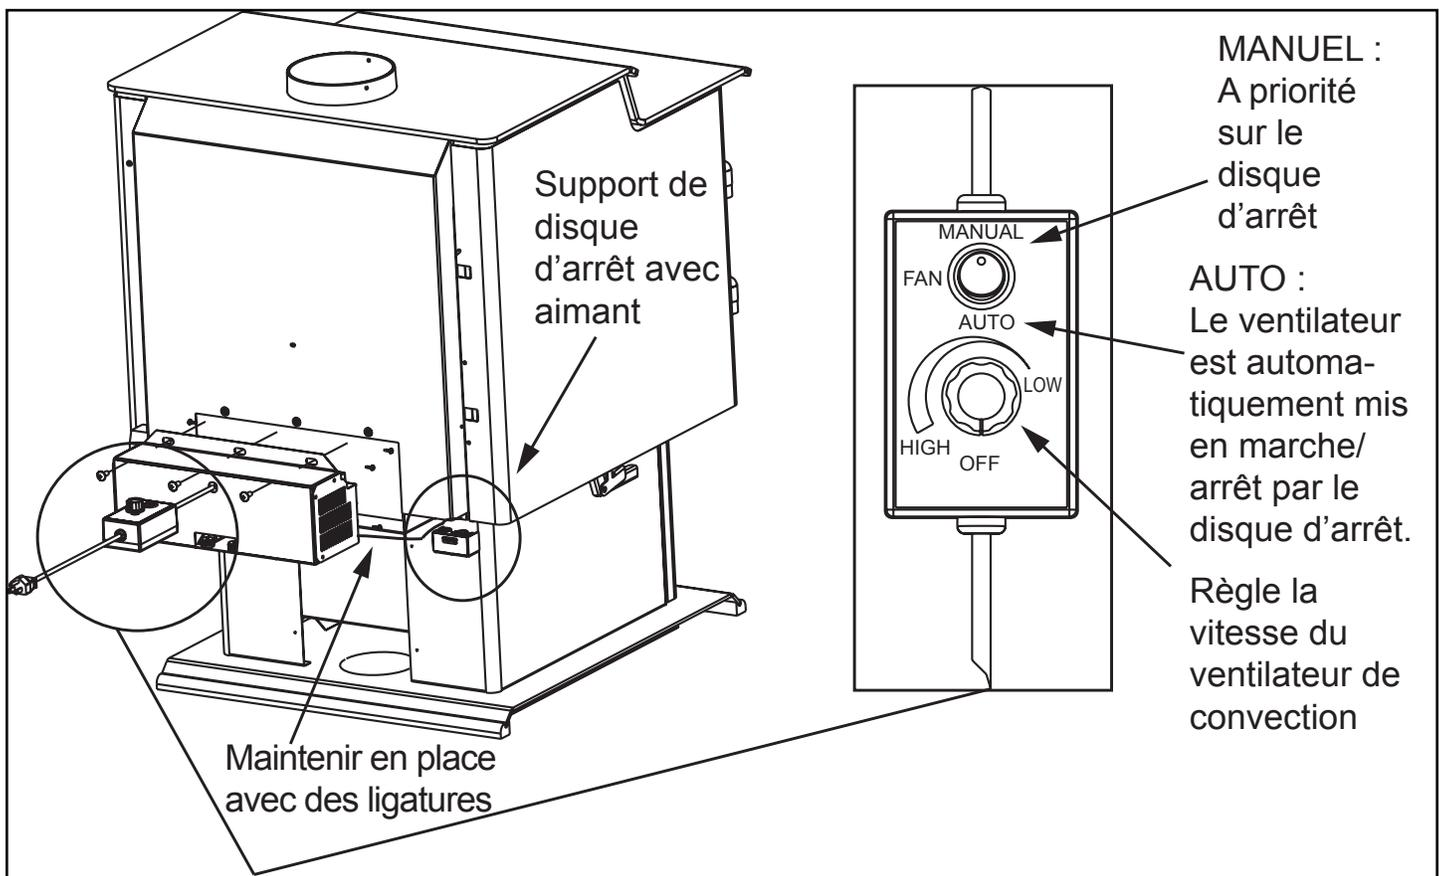

Figure 23.1
2. Alignez les trous de la bride de montage du ventilateur avec les trous sur l'appareil. Le ventilateur de convection doit être placé sur le côté inférieur arrière du revêtement extérieur, comme illustré à la **figure 23.1**.